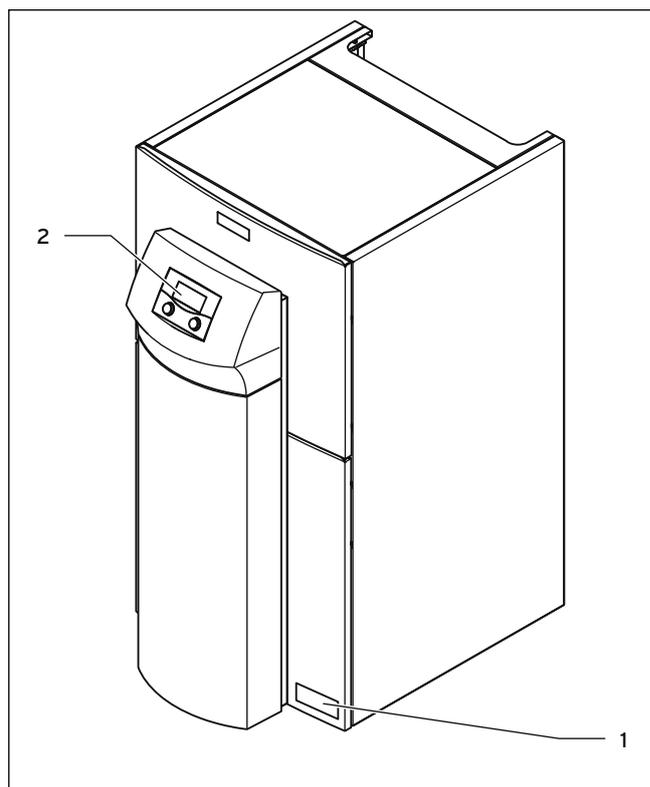

Fig. 3.1 Innendørsenheten sett forfra
- De 10-sifrede artikkelnummeret til varmpumpen (innendørsenheten) er oppført på klistermerket (→ **fig 3.1, pos. 1**) nede til høyre på frontkledningen. Dette nummeret er sifrene fra det 7. sifferet i serienummeret.